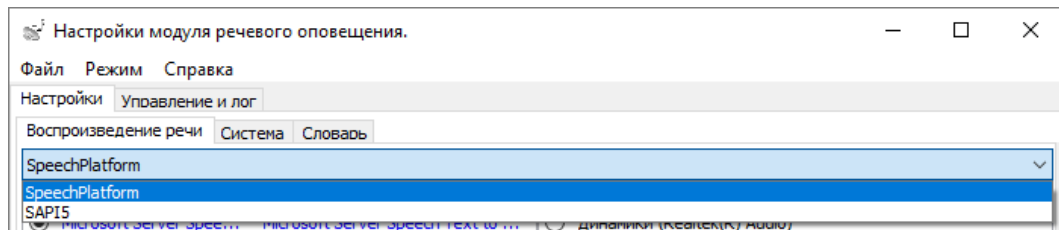

Рисунок 8-174 Выбор технологии для синтеза речи
- технологию для синтеза речи (см. Рисунок 8-174):